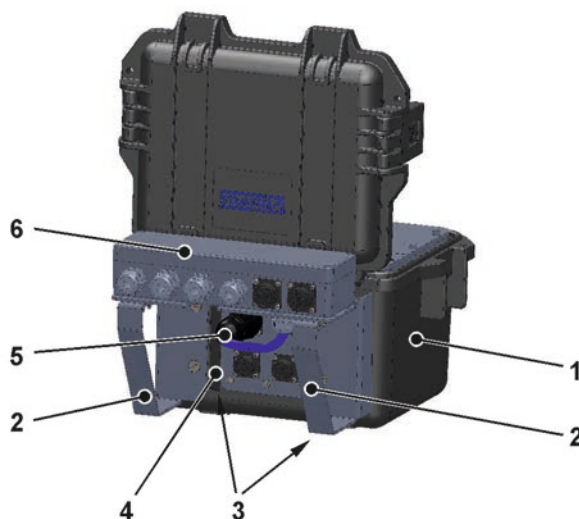

Abb. 27-1 NFM mit Connectorbox (Prinzip)
Eine Connectorbox (Abb. 27-1 Pos. 6) kommt zum Einsatz wenn neben den Fließgeschwindigkeits-/Füllstandssensoren am NivuFlow Mobile 750 (Abb. 27-1 Pos. 1) noch zusätzlich **mehr als ein** Sensor oder Aktor über die Ein-/Ausgänge angeschlossen werden sollen.
Die Connectorbox kann entweder in Verbindung mit den Schutzbügeln (Abb. 27-1 Pos. 2) direkt am NivuFlow Mobile montiert oder an einer anderen Stelle befestigt/abgelegt werden.
1. Gummipuffer (ohne Abb.) auf der Rückseite des NivuFlow Mobile (Abb. 27-1 Pos. 1) abschrauben. Die beiden (jetzt losen) Anschraubbleche (Abb. 27-1 Pos. 3) in den Anschraubkanälen (Abb. 27-1 Pos. 4) und die Gummipuffer werden bereits im nächsten Arbeitsschritt wieder benötigt.
2. Schutzbügel (Abb. 27-1 Pos. 2) und Anschraubbleche mit den Gummipuffern am NivuFlow Mobile befestigen.
3. Connectorbox (Abb. 27-1 Pos. 6) mit den mitgelieferten Schrauben auf den Schutzbügeln befestigen.
5. Stecker (Abb. 27-1 Pos. 5) des Anschlusskabels der Connectorbox in die Multifunktionsbuchse am NivuFlow Mobile einstecken.